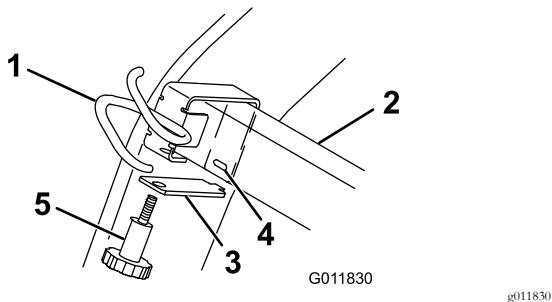

Figure 4
- Placez le guide-câble par dessus la barre transversale à l'extrême droite (Figure 4).
3. Insérez le collier dans la fente du guide de câble, puis fixez-le en place avec un bouton (Figure 4).